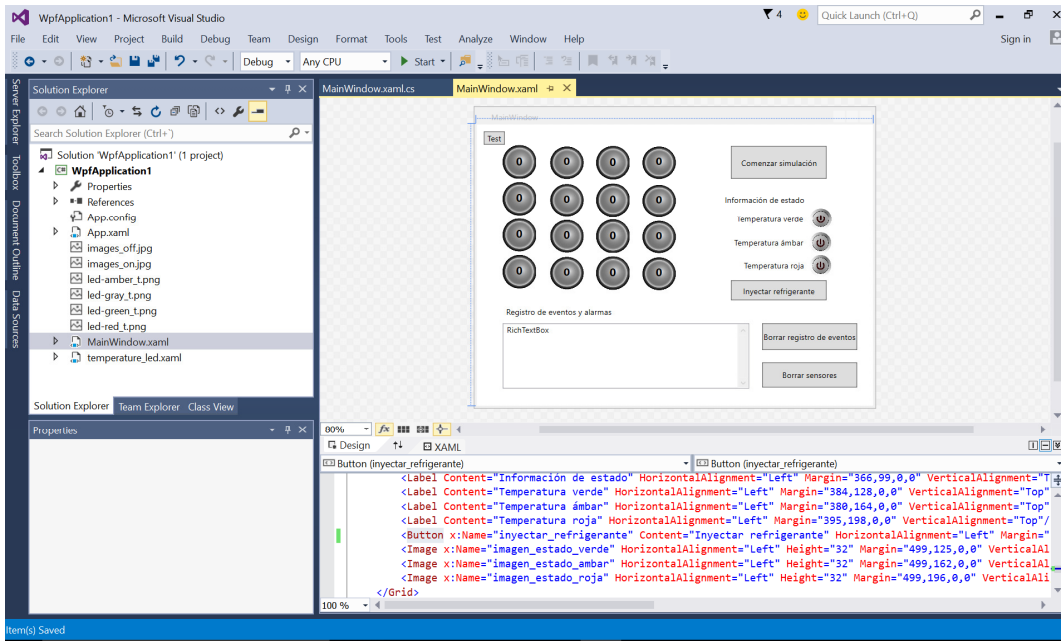

Figura 1. Visión general del proyecto
- 2) Abre el proyecto descargado con el entorno de programación Visual Studio (Figura 1).